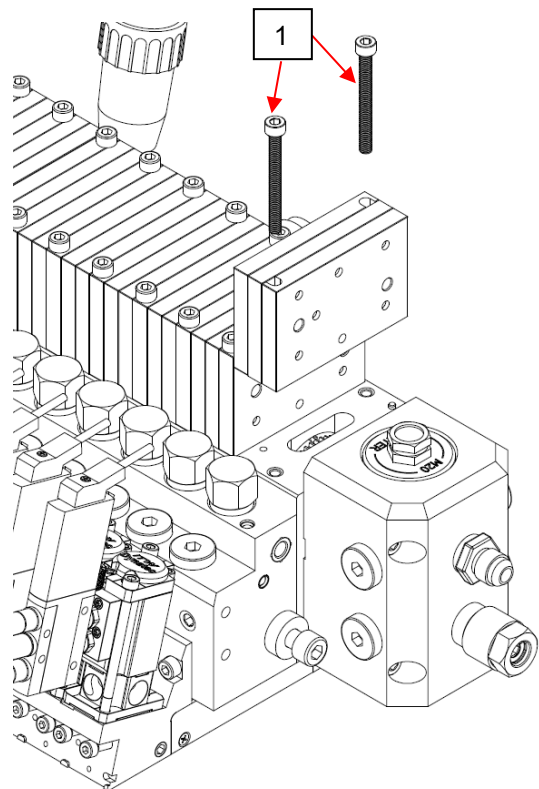

Abb. 1
5. Bauen Sie beide Schrauben (1) aus, die die Pumpe montiert halten (siehe Abb. 1).
- Wenn der Pumpenkörper auf dem Pumpenblock zentriert ist, die Schrauben und Unterlegscheiben installieren (siehe Abb. 1).
Siehe Abb. 1 bzgl. der erforderlichen Komponenten für die Sanierung.